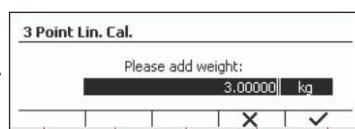

Figure 18
6. Placez la masse d'étalonnage sur le plateau, puis appuyez sur le bouton multifonction correspondant à l'icône pour confirmer. Pour modifier le point d'étalonnage, saisissez la valeur désirée, puis placez le poids correspondant sur le plateau pour l'étalonnage. (Voir Figure 18)